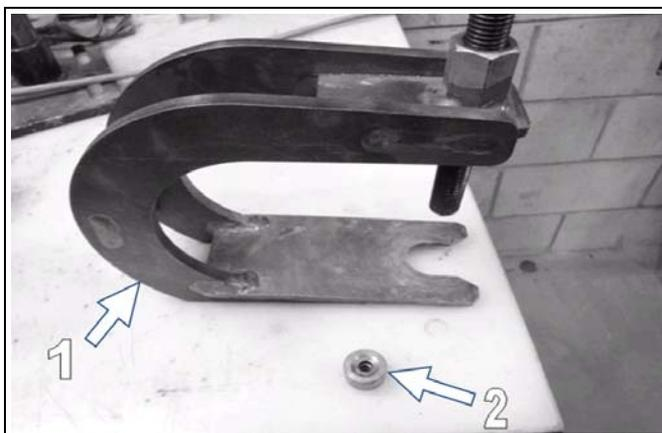

Figure 24
Utiliser l'extracteur Camoplast # 2000-00-1050 (article 1, à la Figure 24), ainsi que la procédure suivante pour effectuer le remplacement:
- S'il n'y a pas de boulon utilisez la bague d'alignement (article 2, Figure 24) pour positionner l'extracteur.